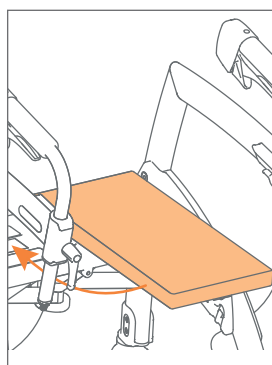

Figure 9: Retirer le coussin et l'attacher à nouveau.
- c. Retirez le coussin, tournez-le et fixez-le à nouveau (**Figure 9**).